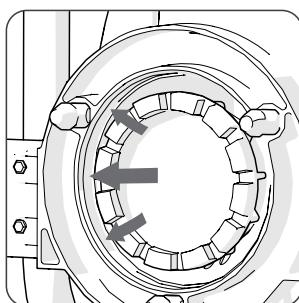

Abb. 6
- Die Passringe sollten stets sauber und frei von Schmutz sein (Maschine & Zubehör). (**Abb. 6**)